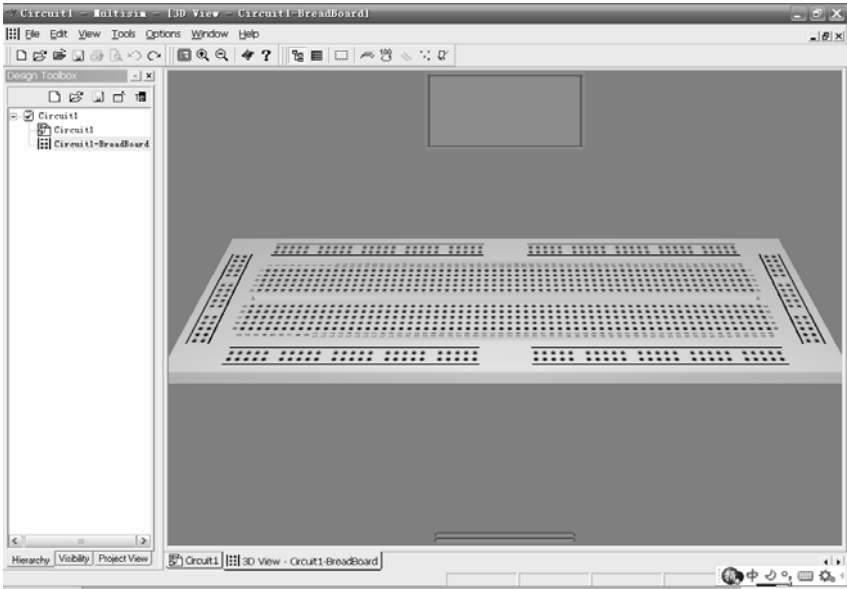

图 10-2 3D View 操作界面
1) 在 Multisim10 的主菜单中选择 “Tools” → “Show Breadboard” 命令，也可以双击工具条中的快捷键图标，则显示如图 10-2 所示默认面包板。操作界面变成了 Multisim10 中 3D View，下面的叙述都是在 3D View 操作界面中进行。